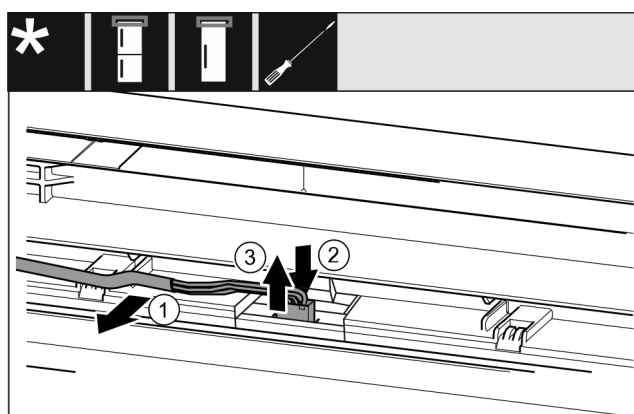

Fig. 19 Ledusskapja / saldētavas kombinācijas / saldēšanas kameras / ledusskapji
- ▶ Atbrīvojiet uzmanīgi kabeli Fig. 19 (1) no vadotnes durvis.
- ▶ Spiediet mēlīti Fig. 19 (2) aiz spraudņa uz aizmuguri.
- ▶ Izvelciet uzmanīgi spraudni Fig. 19 (3) uz augšu.